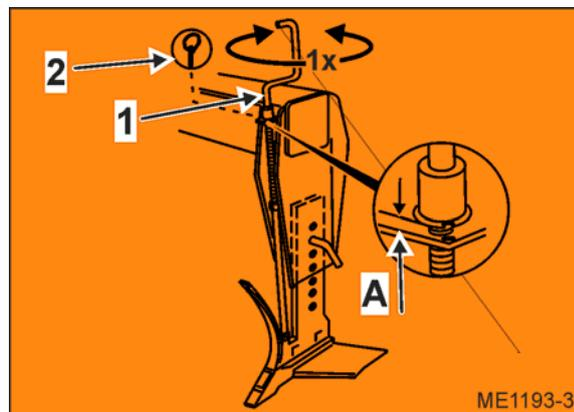

Fig. 30
7. Die Kurbel (Fig. 30/1) einmal entgegen des Uhrzeigersinnes drehen. Der Abstand „A“ zwischen Kurbel und Auflage muss deutlich sichtbar sein. Die Kurbel darf sich nicht auf der Auflage abstützen.
8. Die Kurbel mit einem Klappstecker (Fig. 30/2) gegen Verdrehen sichern.